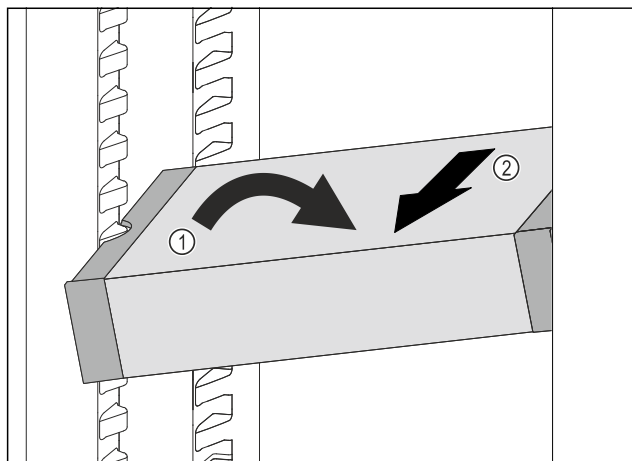

Fig. 120
- ▶ 在冷藏区中倾斜 VarioSafe。Fig. 120 (1)
- ▶ 向前取出 VarioSafe。Fig. 120 (2)